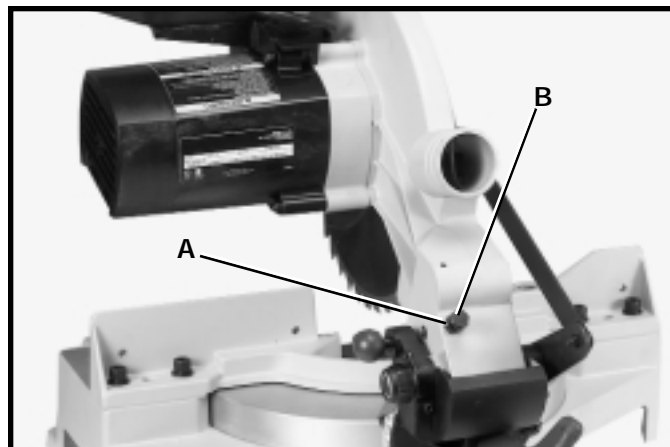

Fig. 30
2. Desserrez le contre-écrou (A), fig. 30, et tournez la vis (B) dans le sens horaire pour augmenter la tension du ressort ou dans le sens antihoraire pour la diminuer. Une fois le ressort correctement tendu, resserrez le contre-écrou (A).